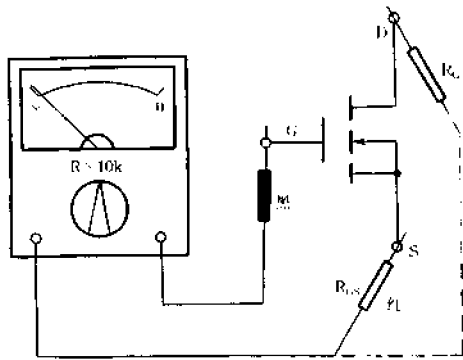

图 4-164 测量 VMOS 管的  $R_{GD}$  和  $R_{GS}$
(1) 将万用表置于 $R \times 10k$ 挡,测量 $R_{GD}$ 和 $R_{GS}$ ,无论红、黑表笔如何接法,所测阻值均应为 $\infty$ 。如果这两个电阻值不为 $\infty$ ,则说明栅极G与另外两电极间有漏电现象,这样的管子是不能使用的(具体测 $R_{GD}$ 和 $R_{GS}$ 方法如图4-164所示)。